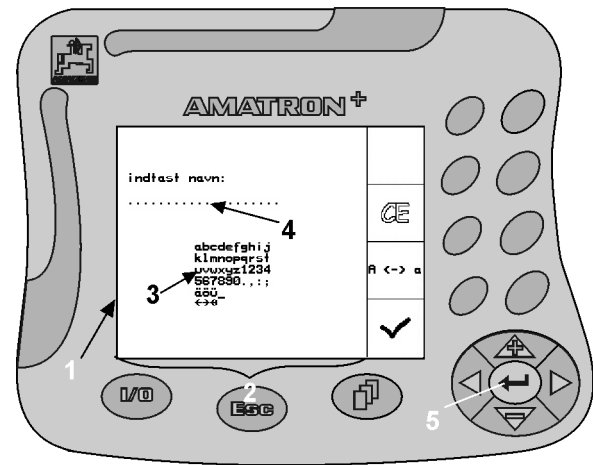

Fig. 15
Indtastning af tekst (Fig. 15/1) vises altid i displayet (Fig. 15/2), hvis indtastning af tekst eller tal i **AMATRON+** er påkrævet.
I valgfeltet (Fig. 15/3)) udvælges de enkelte bogstaver eller tal, som ønskes vist i indtastningslinien (Fig. 15/4) .
2. Tryk på tasten  (Fig. 15/5), for accept af det valgte bogstav eller tal i indtastningslinien (Fig. 15/4) .
Med pilene   i valgfeltet (Fig. 15/3) flyttes markøren frem og tilbage i indtastningslinien (Fig. 15/4).
Pilen  i valgfeltet (Fig. 15/3) sletter sidste indtastning.